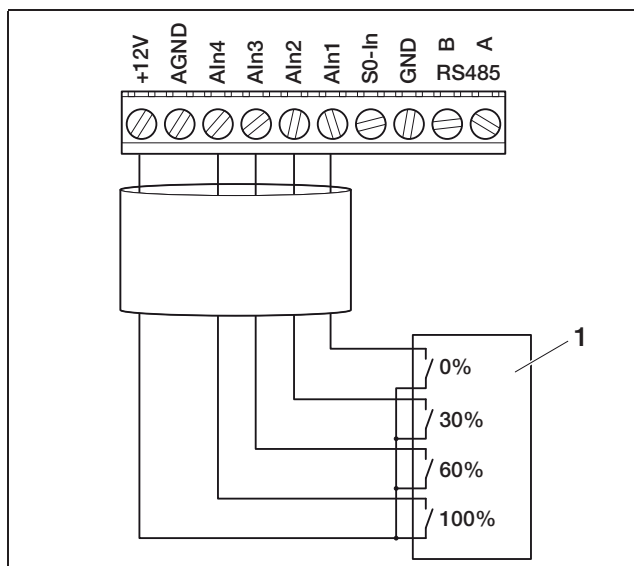

Figura 65: Collegamento del ricevitore di segnali all'inverter
- Collegare i cavi del ricevitore di segnali in base alla loro assegnazione (figura 65 e tabella 11).